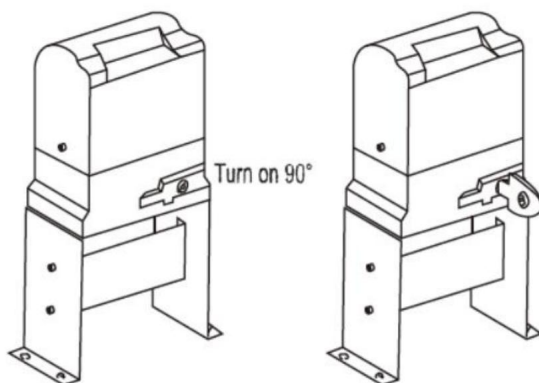

Figura 7
e) Sbloccare il motore principale prima dell'installazione. Il metodo di sblocco è il seguente: rimuovere il coperchio della chiave, inserire la chiave e aprire la barra di sblocco manuale finché non ruota di 90", come mostrato nella Figura 7. Quindi girare la ruota dentata di uscita e la ruota dentata può essere ruotata facilmente;